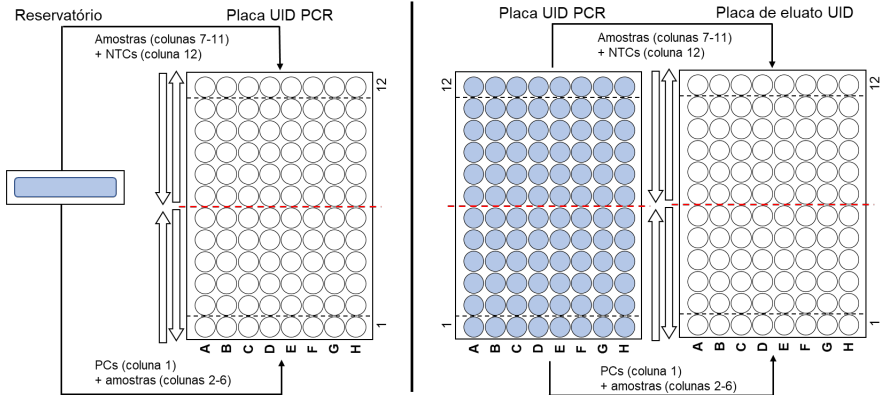

Figura 6: Esquema de pipetagem utilizado ao pipetar do reservatório para a placa UID PCR (esquerda) ou da placa UID PCR (direita) para uma placa de eluato UID.
1. Utilize uma pipeta multicanal para os passos seguintes. A placa UID PCR e a placa de eluato UID têm de ser dispostas paralelamente uma à outra e a pipetagem é efetuada por coluna (não por linhas, Figura 6).